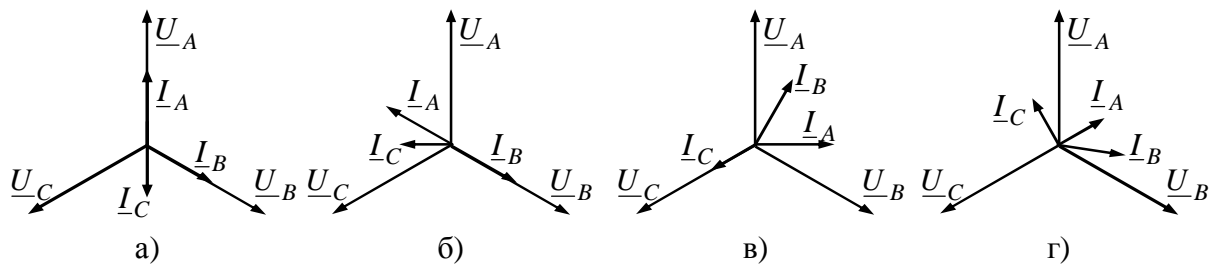

Рис. 4.18
**4.28.** На рис. 4.18, *a – г* подані векторні діаграми струмів і напруг для приймачів енергії, з'єднаних за схемою "зірка" і ввімкнених у трифазну чотирипровідну мережу. Визначити характер навантаження в кожній фазі. Зобразити схему.